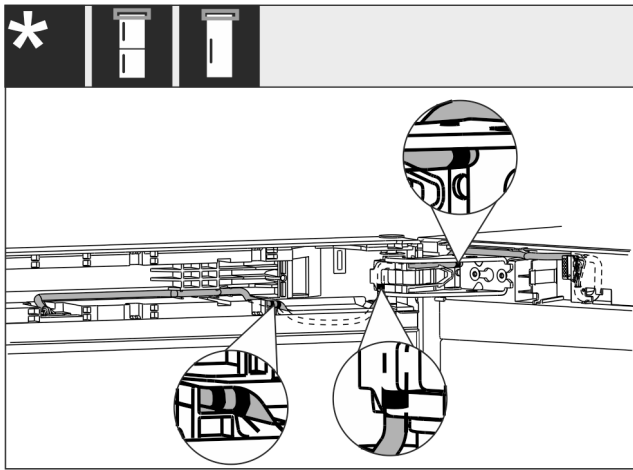

Fig. 61
- ▶ A kábelt az ábrán Fig. 61 () látható módon kell elvezetni.